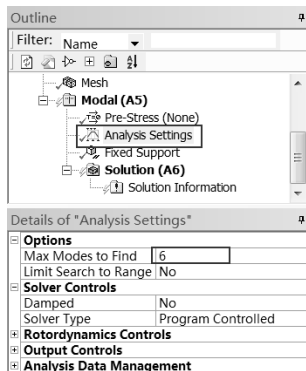

图 6-82 分析设置
Step4：选择 Outline 栏 Modal (A5) 项中 Analysis Settings 选项，此时会出现 Details of “Analysis Settings” 栏，如图 6-82 所示。